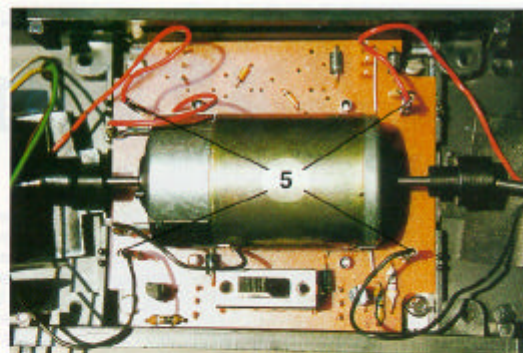

Abbildung 4
- 7) Aus Getriebekasten kommende Kabel (rot u. schwarz, Abb.4, 5) von Platine abziehen, Stecker abschneiden.